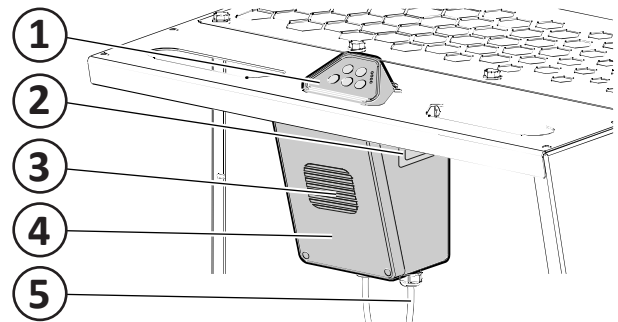

Fig. 18
Siehe **Fig. 18**.
Auf der Bedienseite (**Fig. 18**) sind die Steuerung (1), ein Zähler (2) für die Betriebszeit, der akustische Alarm (3) sowie der Steuer- und Anschlusskasten (4) angeordnet. Auf der Bedienseite befinden sich außerdem Griffe zum Transportieren sowie ein 230-V-Stecker (5) mit einem 5 m langen Kabel.